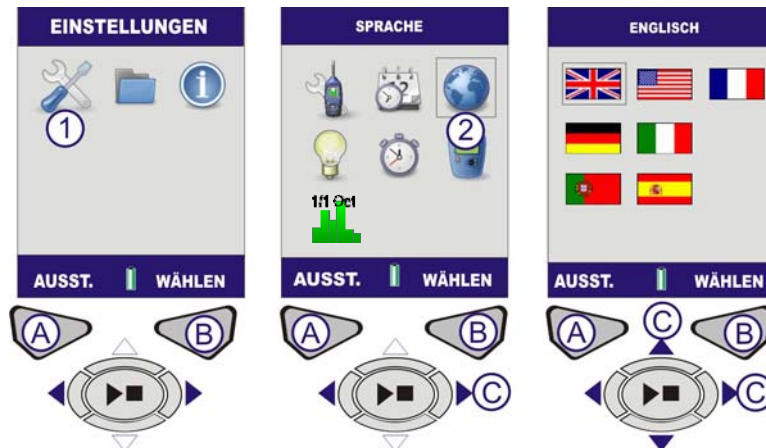

Abbildung 6 Sprache einstellen
D. SPRACHE EINSTELLEN (siehe Abbildung 6)